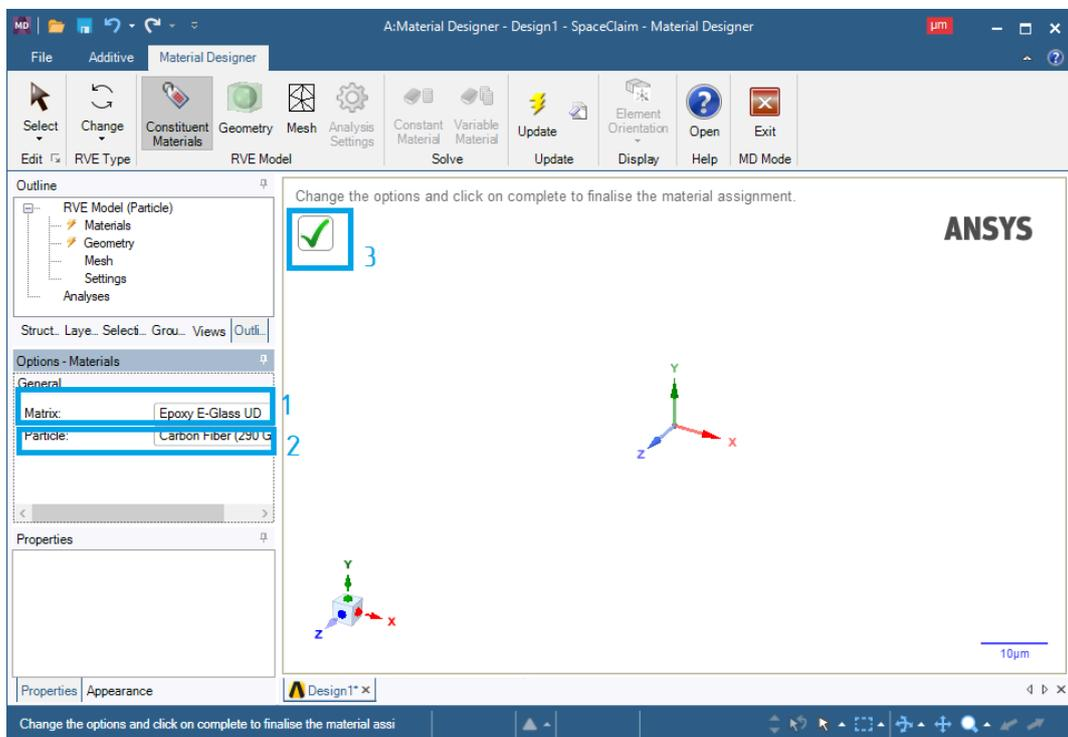

Рис. 8. Присвоение материалов
5. В появившейся слева панели присваиваем материал матрицы/наполнителя (1) и частицы/волокон (2) (рис. 8), после чего применяем изменения (3).